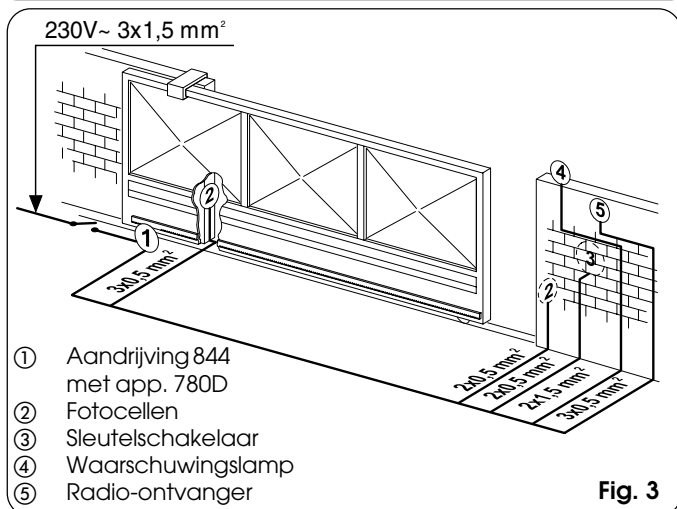

Fig. 3
accessoires en voor de elektrische voeding zoals op fig. 3. Om de aansluitingen gemakkelijk tot stand te brengen, de kabels ongeveer 40 cm uit het gat (figg. 5-6 ref. 1) van de funderingsplaat laten steken.